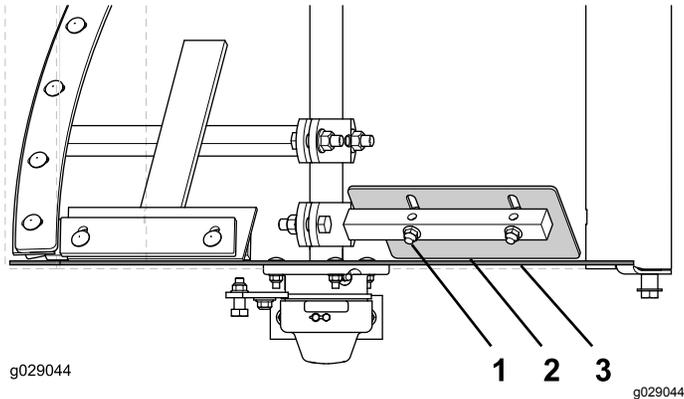

Figura 72
2. Afloje los pernos de cabeza redonda y las contratuercas prensadas que sujetan la paleta de extremo ajustable a la paleta fija. (Figura 72)